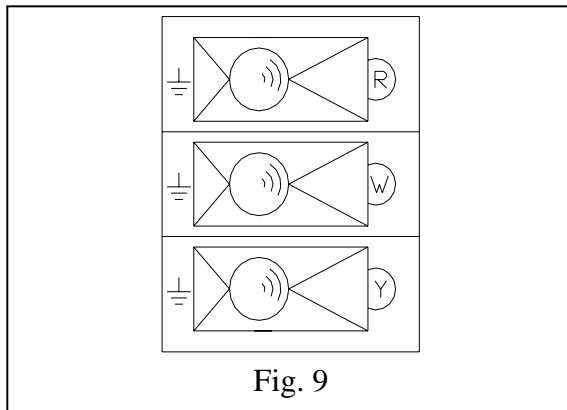

Fig. 9
B) presenza tensione da 3 ÷ 24 kV, con segnalazione acceso - spento Fig.9. Questa segnalazione è di serie sugli scomparti "linea", a richiesta sulla "protezione trasformatore".
B) live line voltage, from 3 ÷ 24 kV with on/off light indicator Fig.9. Standard on feeders, optional on transformer protection;